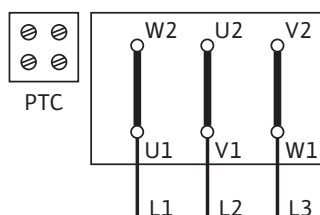

Fig. 45: Y-Δ-nábeh (štandard)
Schéma zapojenia pre prípojku elektriny sa nachádza vo svorkovnici (pozri aj Fig. 45/46).
- Sieťové pripojenie na svorkovnicu je závislé od výkonu motora P_2 , od sieťového napätia a druhu zapnutia. Nevyhnutné zapnutie spájacích mostov vo svorkovnici nájdete v zozname „Tab. 4: Obloženie prípojných svoriek“ na strane 17 a na Fig. 45/46.
Y-Δ-nábeh (štandard)	Spájacie mosty odstrániť (Fig. 45)